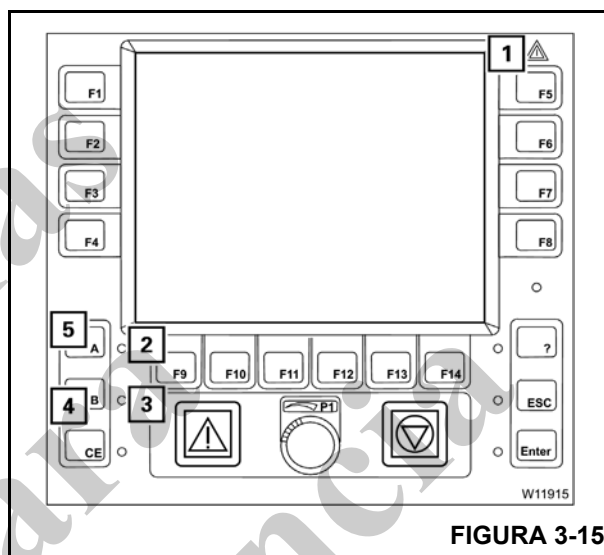

FIGURA 3-15
- o indicador de atenção/erro (1) (Figura 3-15)
- a lâmpada do botão A (2).